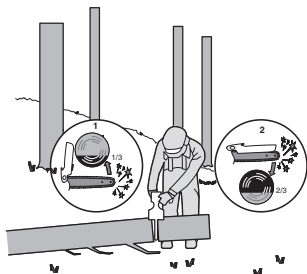

Bild 3
När stocken stöttas i ena änden, så som visas på bild 3, såga i 1/3 diameter från undersidan (kapning från undersidan) (1). Avsluta med att kapa från ovasidan för att möta det första snittet (2).